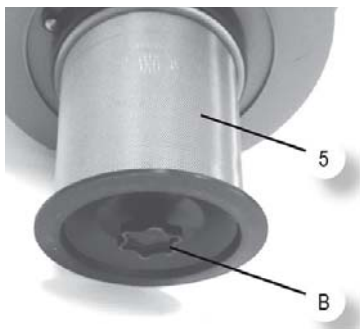

Abb. 17: Ausbauen des Schwimmers
Schritt 1: Seitliche Haken am Motorkopf (1) öffnen und anheben.
Schritt 2: Schraube (B, Abb.17) lösen.
Schritt 3: Filtergitter (5, Abb.17) entnehmen.